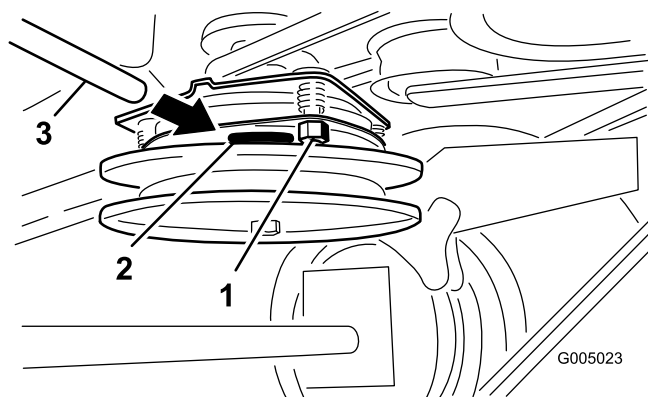

Figure 37
2. Serrez les contre-écrous jusqu'à ce la jauge d'épaisseur fléchisse légèrement mais puisse bouger facilement dans l'entrefer (Figure 37).